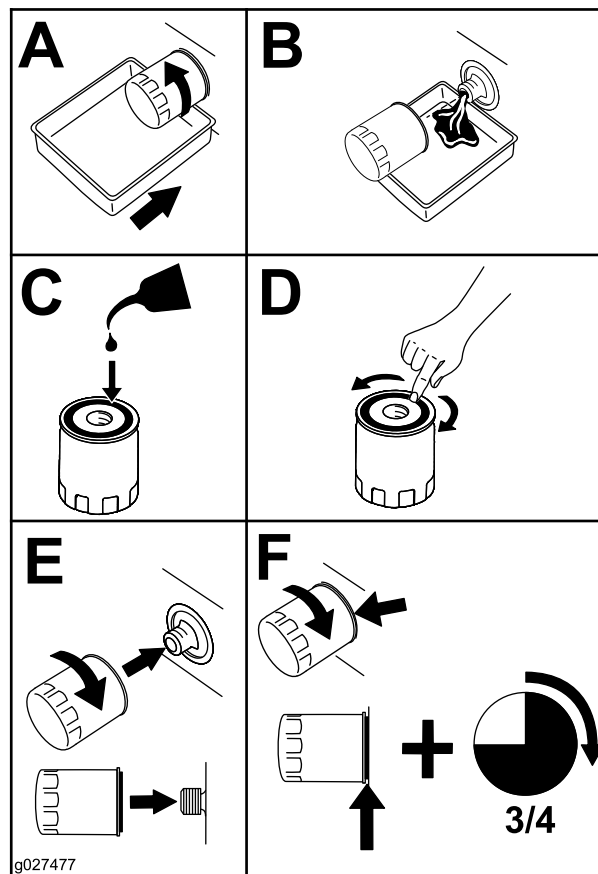

Figure 37
2. Remplacez le filtre à huile moteur (Figure 37).